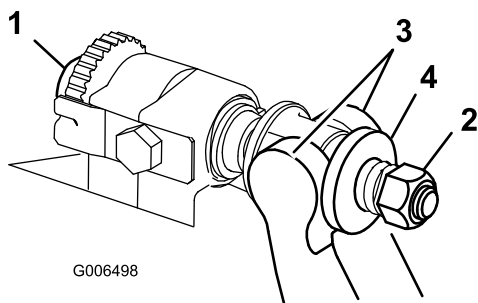

Figura 33
- Rode os parafusos de ajuste da barra de apoio no sentido contrário ao dos ponteiros do relógio, para afastar a lâmina de corte do cilindro (Figura 33).
- Faça recuar a porca da mola tensora até que a anilha deixe de estar sob tensão contra a barra de apoio (Figura 33).